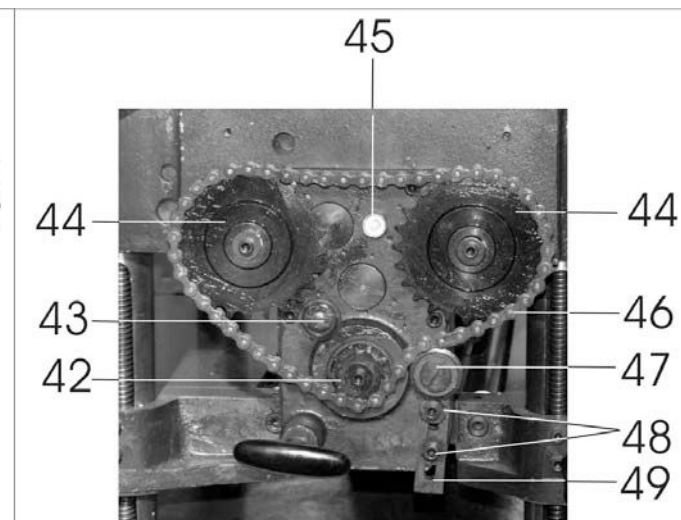

Рис.13
14.4. Своевременно проверяйте и, при необходимости, доливайте, выкрутив масляную пробку (45), трансмиссионное масло в редуктор автоматической подачи станка до середины окна уровня масла (43), Рис.13.
10.3. Регулировка натяжения цепи механизма автоматической подачи заготовки (Рис.13)